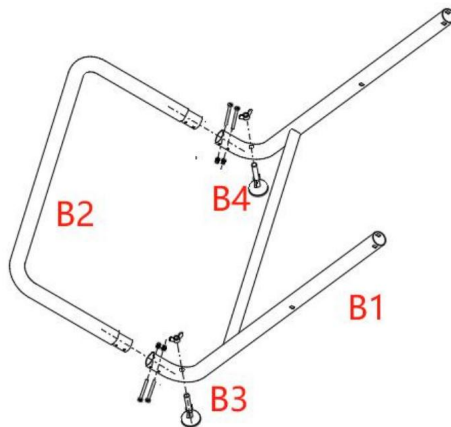

Fig.2
(Fig. 2)
4. Placez la pièce B1 à plat comme indiqué sur la figure 2, alignez les tubes en acier de la pièce B2 avec les trous du tube en acier aux deux extrémités de la pièce B1, insérez-les et alignez avec les petits trous sur le côté. Prenez deux M5 ^{*} 35 boulons et filetage les à travers la face extérieure, puis serrez l'écrou en nylon M5. Verrouillez l'autre boulon de la même manière.